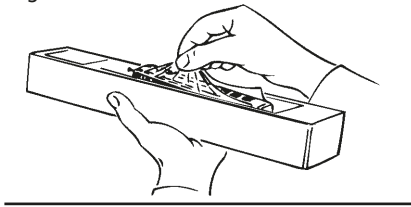

Fig. 2
**Aufrüstung:** Sie können für Ihren Fahrbetrieb unter verschiedenen Kupplungen wählen (Fig. 2). Wir empfehlen den Einsatz der **ROCO-Kurzkupplung**. Im beigelegten Zurüstbeutel finden Sie auch kleine vorbildgetreue Steckteile für eine erweiterte Aufrüstung Ihres Modells (Fig. 2), die Sie bitte **vorsichtig montieren. Achtung!** Kleben nur mit ausdrücklichem Hinweis.
**Fittings:** Operation is possible with different couplings (fig. 2). We recommend using the Roco close coupling. In the enclosed accessory bag you will find small kits to be fitted on your locomotive. Please **mount them cautiously**.
**Attention!** Use glue only if indicated (fig. 2).
**Les attelages:** En vue d'une exploitation pratique sur votre réseau vous pouvez choisir parmi plusieurs types d'attelages conformes aux différents systèmes d'attelage pratiqués en H0 (voir fig. 2). Nous vous recommandons l'emploi de **l'attelage court Roco**. Le sachet joint comprend entre autres des petites pièces de finition conformes à la réalité et **à rapporter avec précaution** par le modéliste (fig. 2+3), si désiré. **Attention:** N'utilisez de la colle qu'aux endroits expressément indiqués aux des-sins!